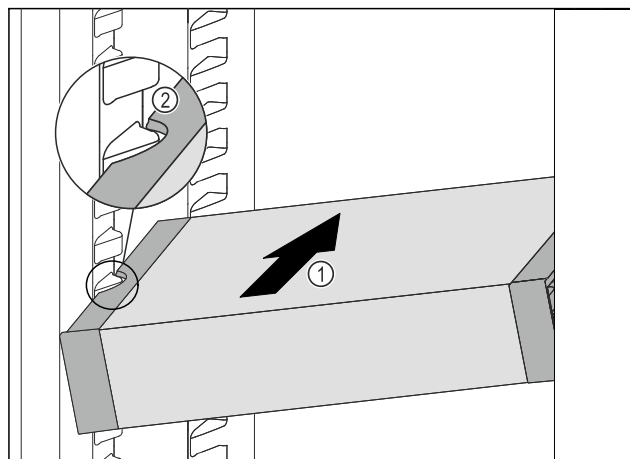

Fig. 88
- Introduzca el VarioSafe en posición oblicua en el compartimento del frigorífico Fig. 88 (1) hasta que los huecos laterales Fig. 88 (2) del VarioSafe se encuentren a la altura de la nervadura del recipiente en el compartimento frigorífico.